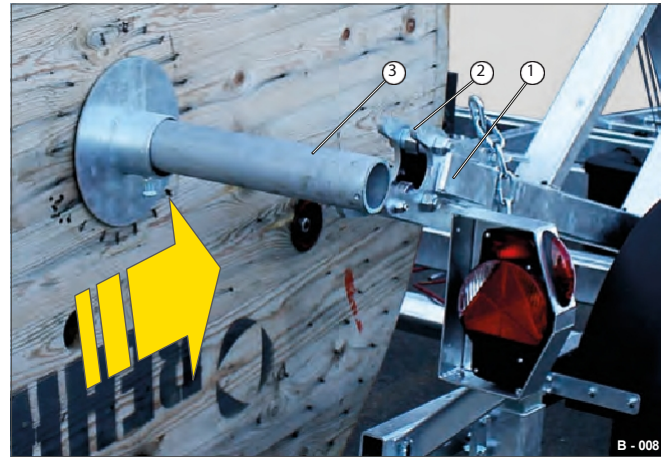

Fig. 11 Positionering av kabelvindan
- För upp kabelrullen till rullramen - se till att transportaxeln (Fig. ) 11/3 befinner sig på insidan av sidostoppen (Fig. 11/1) till höger/vänster.